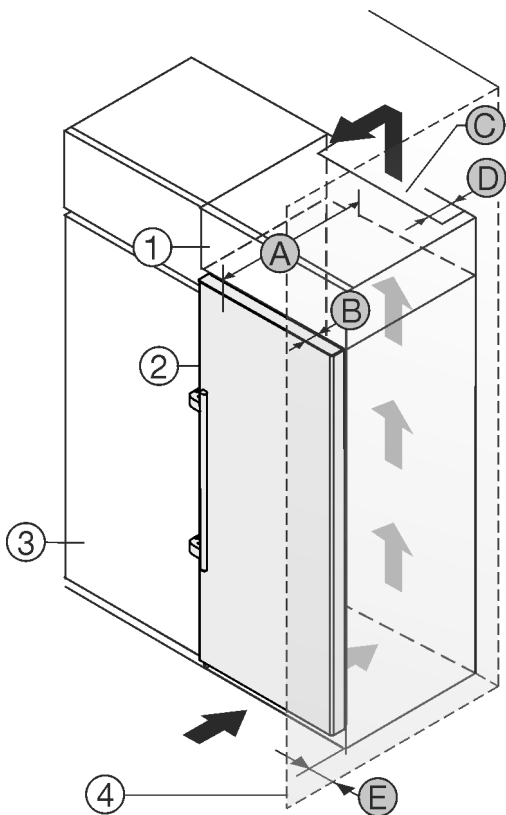

Fig. 2
Jūs varat uzstādīt ierīci tieši blakus virtuves skapim Fig. 2 (3)*.
Uzliekamā skapīša aizmugurē jābūt ventilācijas spraugai ar dziļumu Fig. 2 (D) visa uzliekamā skapīša platumā.*
Zem telpas grieztiem jāievēro ventilācijas šķērsriezums Fig. 2 (C)*.
Ja jūs uzstādāt ierīci ar eņģēm blakus sienai Fig. 2 (4), tad atstatumam starp ierīci un sienu jābūt vismaz 57 mm . Tas atbilst atlikušajam attālumam līdz rokturim pie atvērtām durvīm.*
Lai jūs varētu pilnīgi atvērt durvis, ierīcei jābūt izvirzītai par durvju dziļumu Fig. 2 (B) attiecībā pret virtuves skapja priekšdaļu. Atkarībā no virtuves skapju Fig. 2 (3) dziļuma un sienas spraišļu izmantošanas ierīce var būt vairāk izvirzīta.*